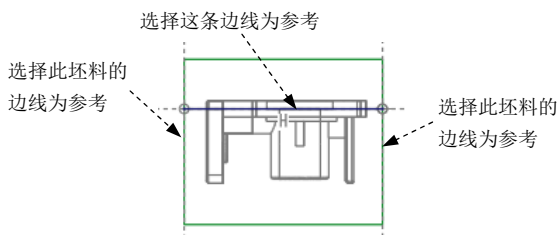

图 14.27 截面草图
(4) 绘制截面草图。
① 选取图 14.27 所示的边线为参考。
② 绘制图 14.27 所示的截面草图（截面草图为一线段）；完成截面的绘制后，单击“草